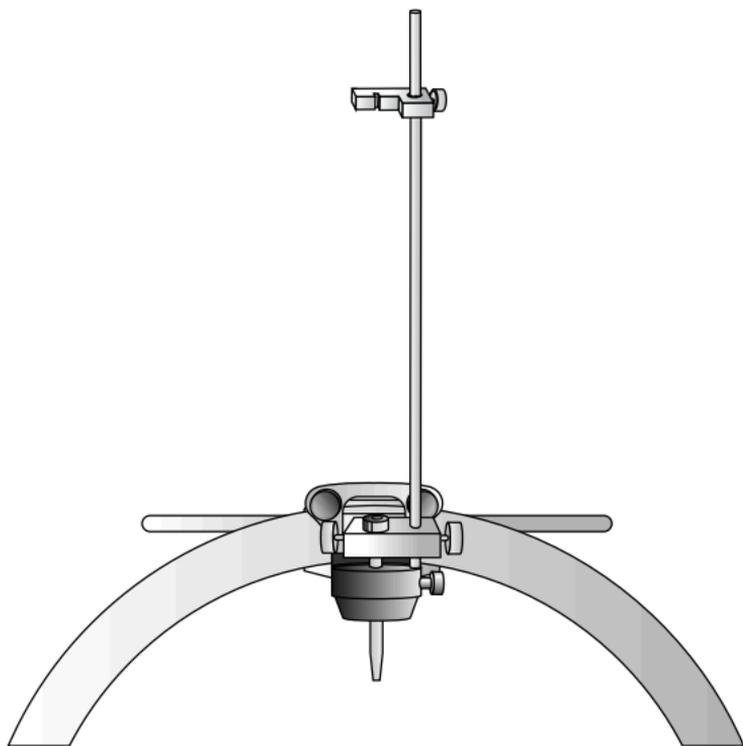

Figura 2. Fixe o porta-eléttodos à armação
7. Fixe o porta-eléttodos à armação estereotáxica, posicionando o tubo de orientação ou colimador de modo a que a respetiva extremidade distal fique a uma distância entre 1,25 e 2,5 cm do crânio (Figura 2).